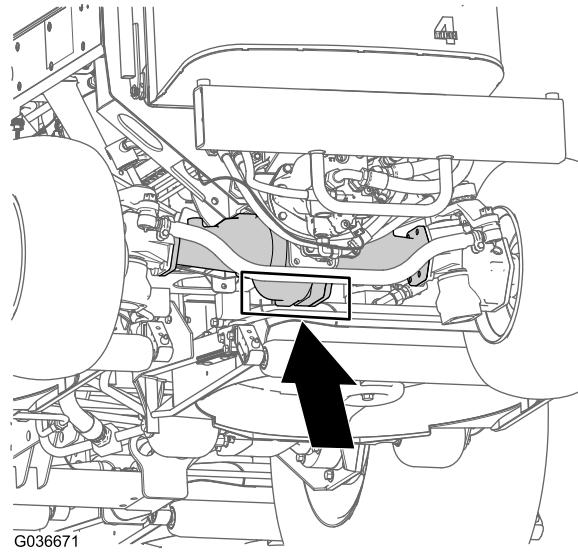

Figura 47
**Parte trasera de la máquina** – en el centro del eje (Figura 47)